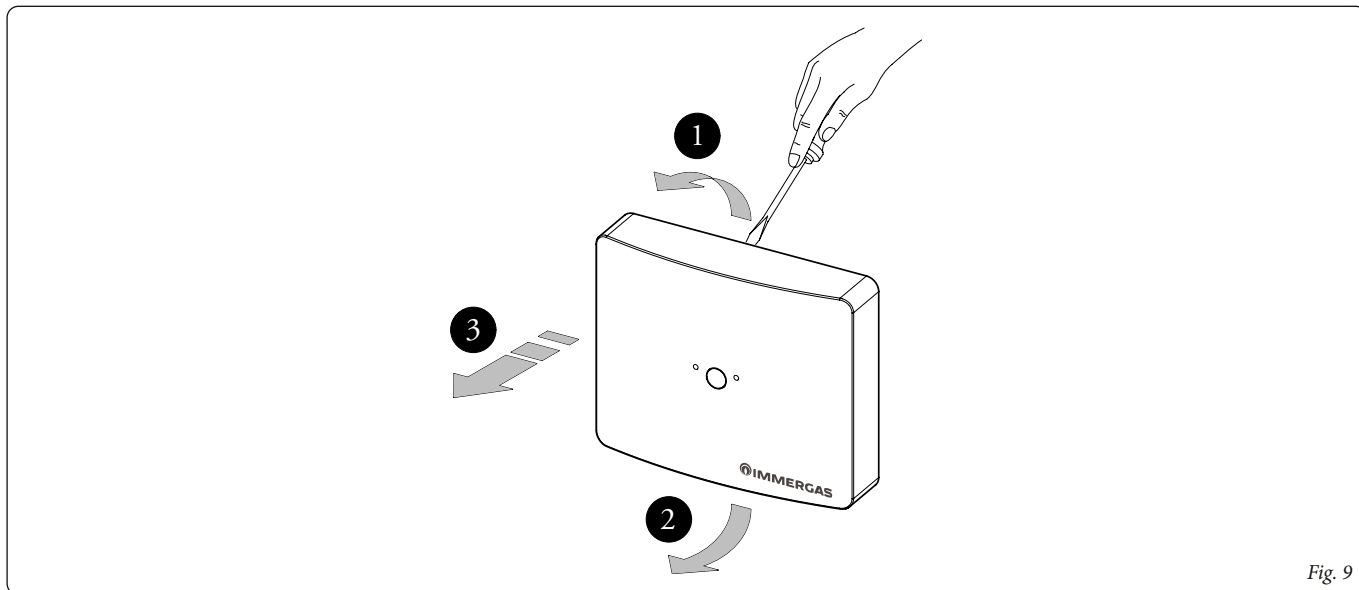

Fig. 9
- 1) Separare il supporto di fissaggio dal coperchio della sonda ambiente wireless facendo leva con un cacciavite nell'apposito incasso. Tirare manualmente verso l'esterno il coperchio per separarlo dal supporto (Fig. 9).
- 1) Separate the fixing support from the cover of the wireless room probe by prying with a screwdriver in the appropriate recess. Manually pull the cover outwards to separate it from the support (Fig. 9).